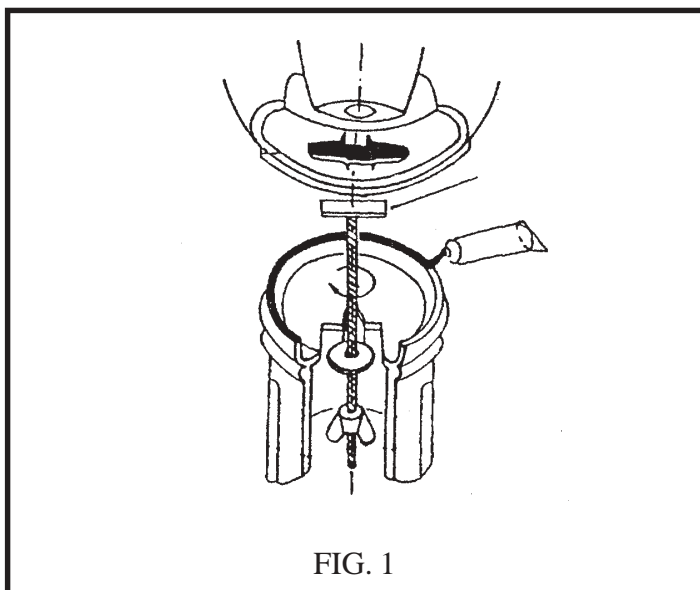

FIG. 1
Posicione el lavatorio cuidadosamente sobre el pedestal, como se ilustra en la FIG. 1, inserte el tornillo especial de sujeción (A) incluido en la caja, a través del orificio (B) girándolo hasta que calce ajustadamente en la hendidura del orificio.